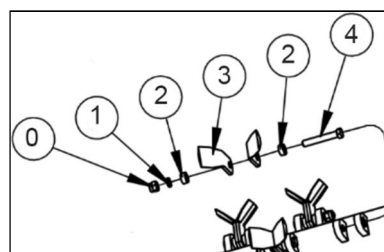

Figure 20
Étapes de remplacement des lames de type Y (voir **figure 20**) :
4. Installez la lame avec le boulon, les rondelles, la rondelle élastique et le contre-écrou, comme indiqué sur **la figure 20**.